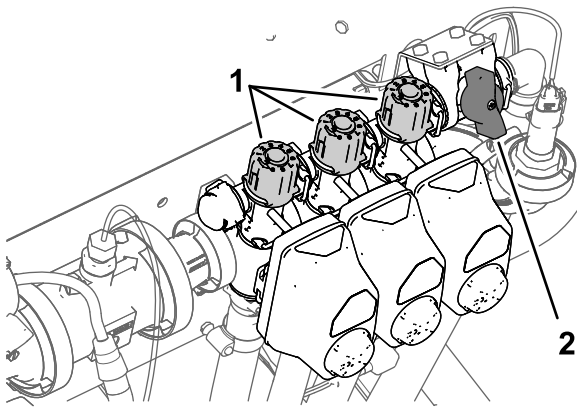

Bild 30
2. Stellen Sie den linken Abschnittsschalter ab und stellen das Handrad für das Abschnittssicherheitsventil (**Bild 30**) ein, bis die angezeigte Dosierung dem vorherigen Niveau gemäß der Tabelle entspricht.
4. Stellen Sie das Handrad für das rechte Abschnittssicherheitsventil (**Bild 30**) ein, bis die Dosierung gemäß der Tabelle am vorherigen Niveau liegt.
6. Stellen Sie das Handrad für das mittlere Abschnittssicherheitsventil (**Bild 30**) ein, bis die Dosierung gemäß der Tabelle am vorherigen Niveau liegt.